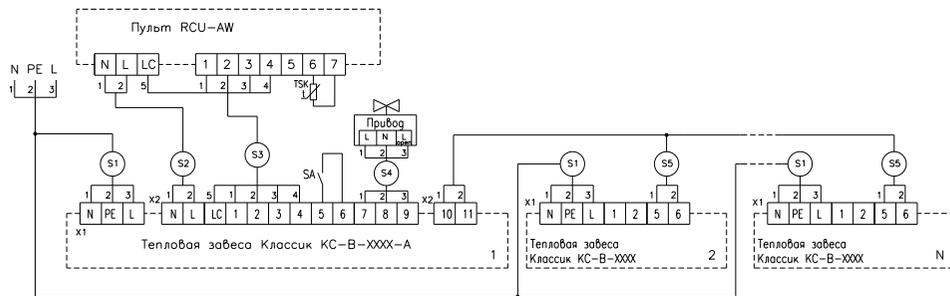
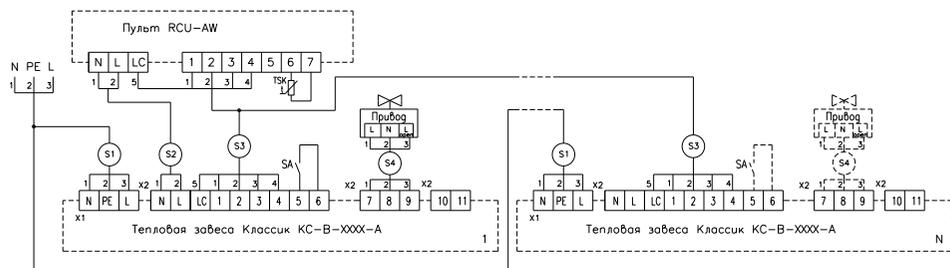

Рис.5 Схема подключения пульта RCU-AW к завесам с автоматикой КС-В А и подключение нескольких завес без автоматик к завесе с автоматикой.
Рис.6 Схема подключения пульта RCU-AW к нескольким завесам КС-В А с автоматикой.
6.6. Завесы КС-В-1000А, КС-В-1500А, КС-В-2000А используются с пультом управления RCU-AW (см. приложение 3, рис.7). **Внимание!** К пульту RCU-AW может быть подключено несколько воздушных завес, как оснащенных платами защитного термостата (см. приложение 2, рис.6), так и не оснащенные (одна завеса должна быть обязательно оснащена платой защитного термостата) см. приложение 2, рис.5. В обоих случаях следует учитывать, что воздушная завеса оснащенная платой защитного термостата (с подключенным приводом регулирующего вентиля) должна, находится последней в гидравлической цепи. При необходимости воздушные завесы (расположенные у разных ворот с различными температурными условиями или открываемых в разное время), подключенные к одному пульту и оснащенные платами защитного термостата могут иметь свою подводку воды и свой вентиль оснащенный приводом. Это позволит осуществлять управление воздушными завесами в зависимости от температурных условий в зоне размещения и при открытии ворот. Схемы подключения завес к пульту приведены в приложении 2, рис.5 и 6, а их количество (при подключении к одному пульту), в приложении 2, в таблице 4.
- Подключить к завесе пульт управления в соответствии со схемой, показанной в приложении 2 на рис.4. При подключении к завесе оснащенной системой автоматического управления нескольких завес без автоматики подключение следует осуществлять в соответствии со схемой рис.5. При подключении к одному пульту RCU-AW нескольких завес с автоматикой, подключение следует осуществлять в соответствии со схемой рис.6.